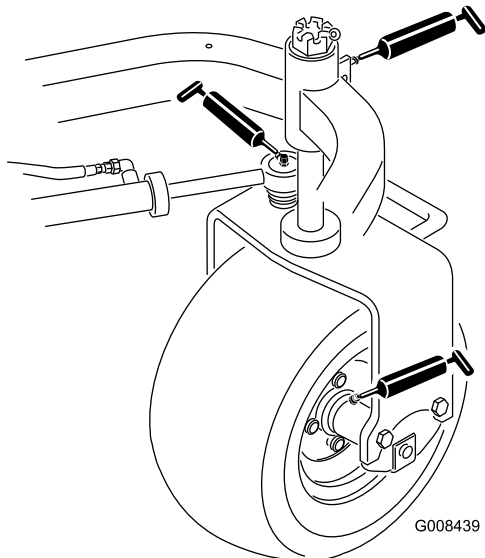

Figura 33
- Cubo de la rueda trasera (1) (Figura 33)
- Cojinete de la rueda giratoria (1) (Figura 33)
- Cilindro de dirección (2) (Figura 33)